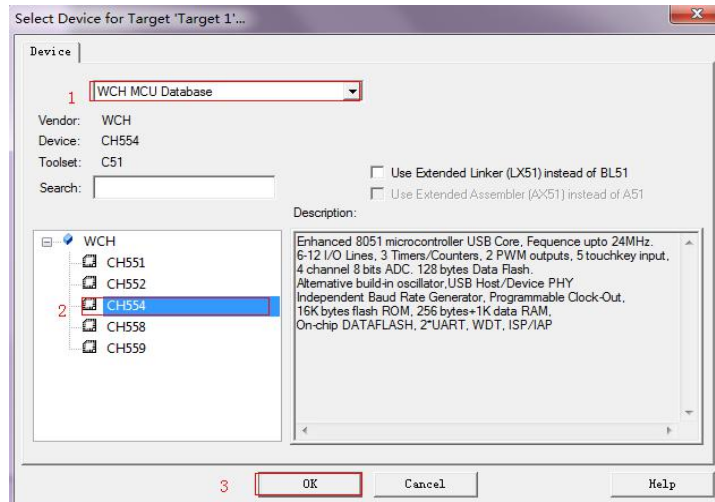
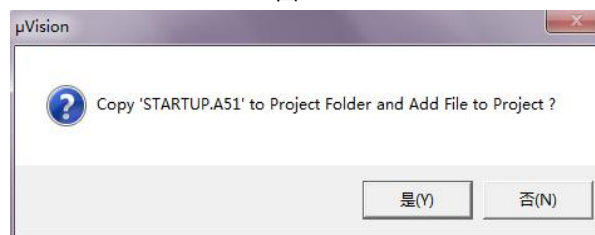

图 4.4
图 4.5
(2) 打开 Keil C51 工具，创建工程项目。按图 4.4 所示 1~3 选择 CH554 芯片。确定后，弹出图 4.5 所示窗口，点击“否”即可。